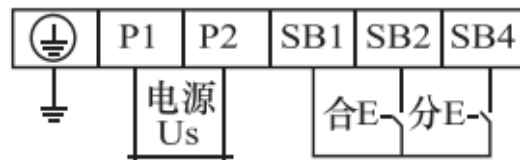

图5 电子型电动操作接线图
b)根据接线端子的编号，接入电源（AC 50Hz，230V或400V,DC24V、110V或220V）和控制按钮（见图5）。